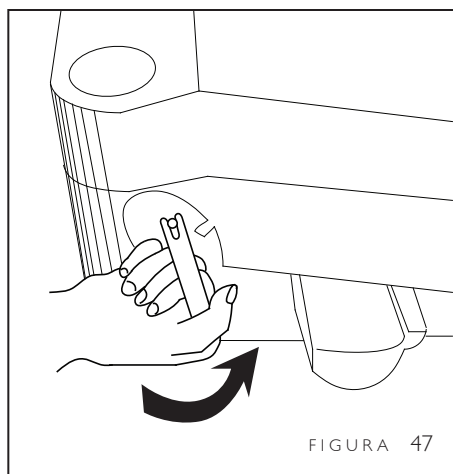

FIGURA 47
**NOTA:** Para el modelo europeo, use la llave proporcionada para abrir la cubierta (Figura 47).
- Identifique las barras de soporte (Figura 47 en la página 17).